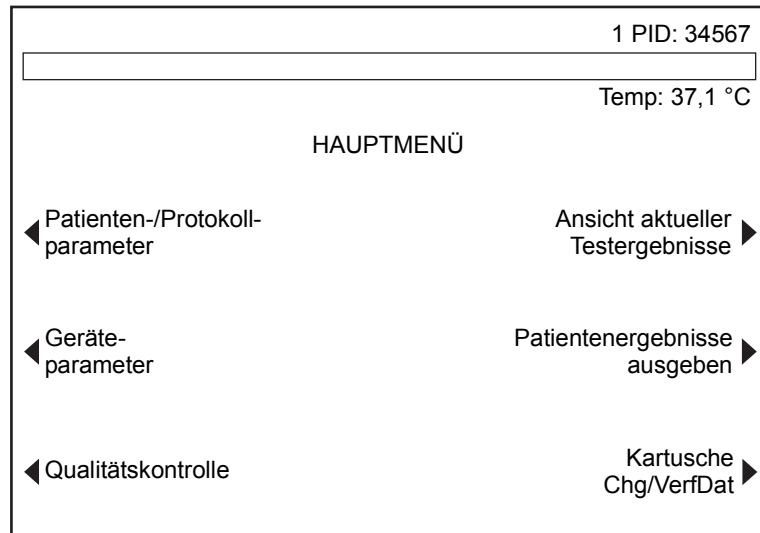
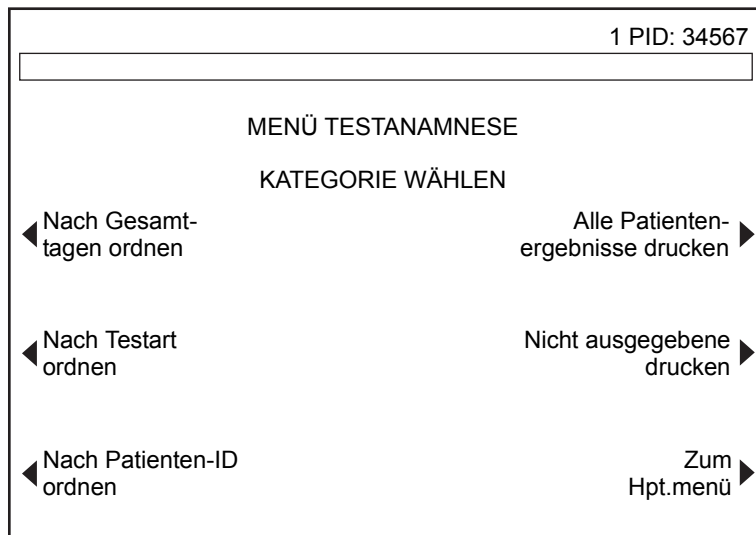

Abbildung 5-29. Funktionstaste „Ansicht aktueller Testergebnisse“
Abbildung 5-30. Bildschirm MENÜ „TESTANAMNESE“
1. Im Bildschirm HAUPTMENÜ (siehe Abbildung 5-29 auf Seite 5-38) drücken Sie die Funktionstaste **Patientenergebnisse ausgeben**, um den Bildschirm MENÜ „TESTANAMNESE“ aufzurufen (siehe Abbildung 5-30).